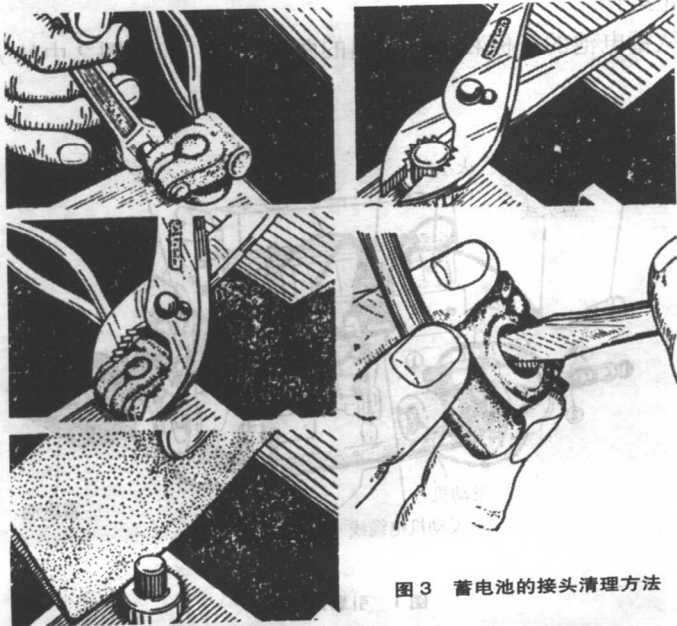

图3 蓄电池的接头清理方法
①如图3中的左上图所示，用扳手旋松螺母，大约向左旋转2圈，松开接头。
②如图3中的左中
③如图3中的左下图所示，用砂纸清理圆柱。当没有砂纸的时候，就如图3的右上图所示，用钳子夹住左右轻轻转动来清理圆柱。
④如图3中的右下图所示，清理接头的内侧。
⑤接头清理干净以后，照原样组装好，就不会出现接触不良的情况了。